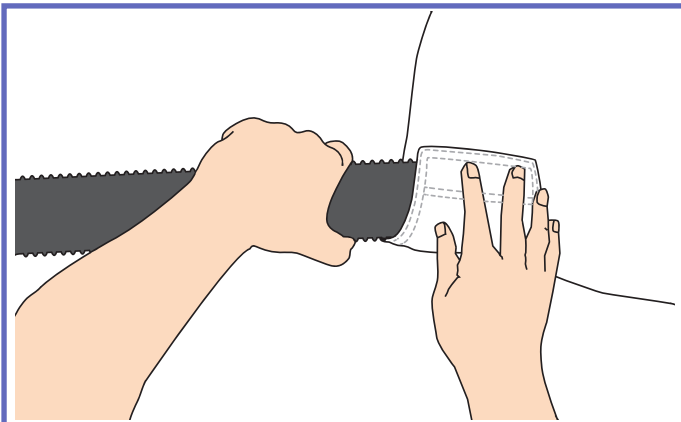

Fig. 4
- 3) Benyt krog- og løkkestrop til at holde luftslangen på plads, "Fig. 4".